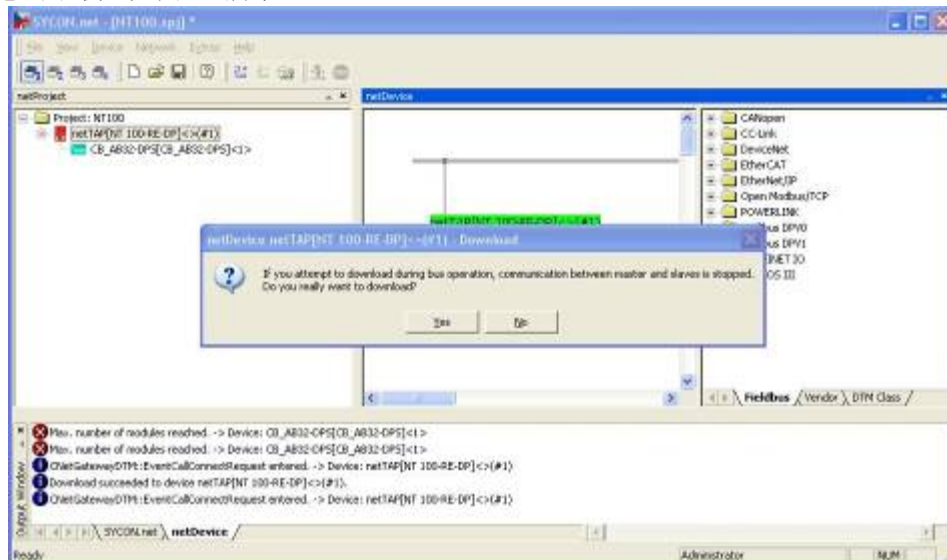

图 21
(20) 至此，完成了所有参数配置，右击 NT 100 图标，选择“Download”，在弹出的对话框中单击“Yes”，进行配置信息的下载，如图 21 所示：